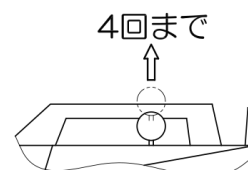

Fig.7
- 4) 2~3 秒待ち、モーターの音が高まったところで、フィルタークリーニング用ノブを上引き上げ、手放します。これを 3~4 回実施し、フィルタークリーニングを行ってください。(Fig.7)